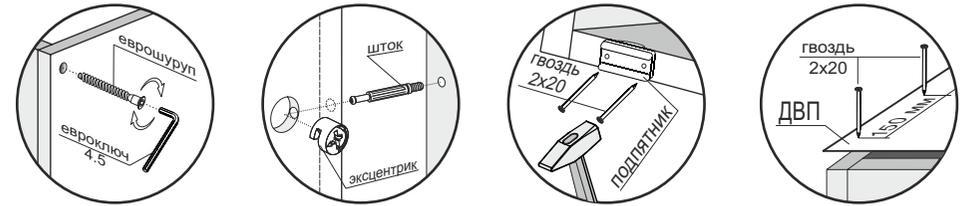

Рис.1
- Прибить подпятники гвоздями 2x20 к спинкам кроватным (1) и поперечинам (2).
- К боковинам (3) и поперечинам (2) прикрутить направляющие винтами 6.3x13. (рис.1)
- Соединить боковины (3), поперечины (2), заднюю стенку (5) и стяжки (4,6), используя еврошурупы (рис.1).
- Прикрутить кроватные щиткам (1) к деталям (5, 6.1, 6.2) еврошурупами, а к боковинам (3) шурупами 4x30 через сквозные отверстия 5мм в боковинах (3). (рис.1).
- Монтировать боковину (11) к спинке кроватной (1) и стяжкам (4,6) при помощи еврошурупов (рис.1).
- Собрать ящики: соединить детали ящика (7,8) еврошурупами, выровнять диагонали ящика (они должны быть равными: ± 2 мм) и прибить ДВП (9) гвоздями 2x20 к неокромленной стороне ящика (рис.1).